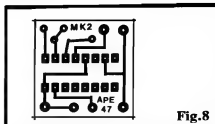

Fig.8
- FIG. 8 - LAY OUT DO CIRCUITO IMPRESSO ESPECÍFICO (MK2) - Como no circuito praticamente só temos o Integrado (e dois componentinhos passivos...) a plaqueta pode ficar realmente **pequena**, conforme indica a figura! O padrão cobreado de ilhas e pistas, mostrado em tamanho natural, é **tão simples e reduzido** que duvidamos que alguém "consiga" errar na sua elaboração e confecção...Certamente que - mesmo assim - a placa merece a mesma verificação final que seria dedicada a um Impresso mais complexo (já que da perfeição dessa fase dependerá - sempre - o sucesso de **qualquer** montagem, tenha ela um componente, ou mil... Pra variar, alertamos: os iniciantes devem consultar previamente as INSTRUÇÕES GERAIS PARA AS MONTAGENS,